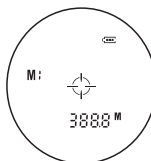

图9 测距模式
**M1 模式，**瞄准目标短按下  键，LCD屏下方显示斜距；（显示如图9）